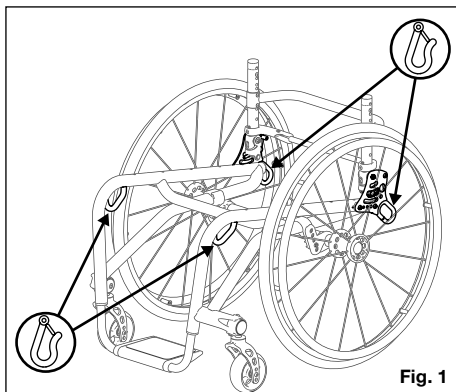

Fig. 1
- Fest rullestolen i de fire festepunktene (to foran, to bak) på rullestolen med transporttilbehøret (Fig. 1) i samsvar med produsentens bruksanvisning for innfestingen og RESNA WC-4, Avsnitt 18 eller ISO 10542-1, Del 1.